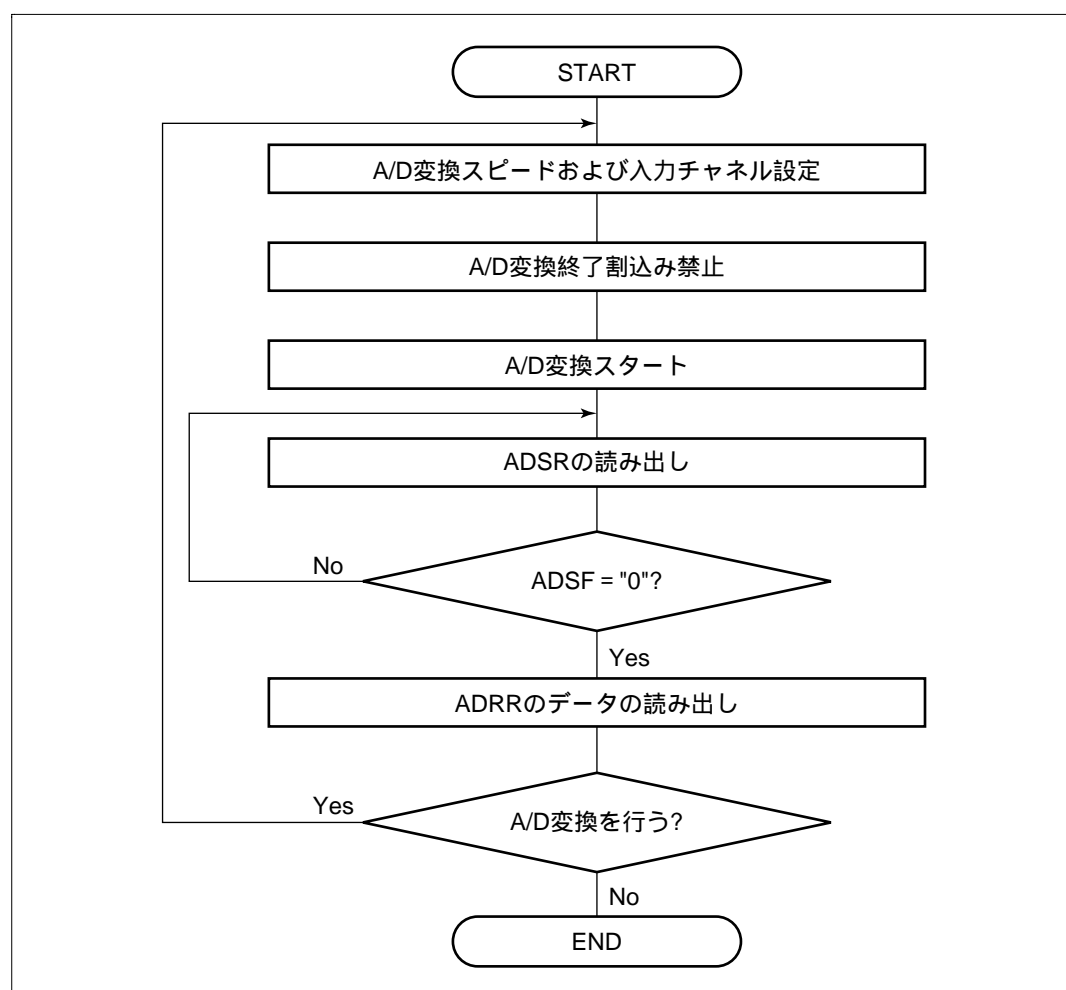
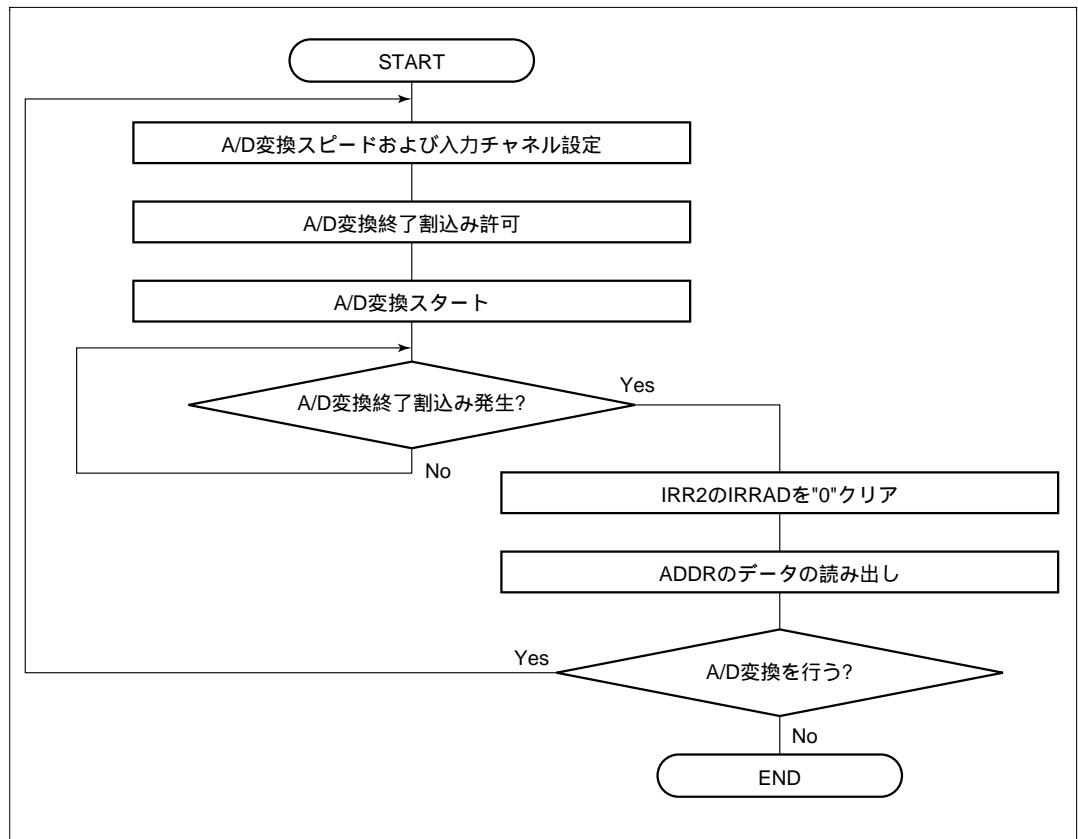

図 12.4 A/D 変換器の使用手順の概念フロー (1)
図 12.5 A/D 変換器の使用手順の概念フロー (2)
- (1) 入力チャンネルを AN_4 (AMR の CH3 ~ CH0 を "1000")、IENAD = "1" に設定して、A/D 変換を開始 (ADSF = "1") します。
- (2) A/D 変換が終了すると、IRRAD が "1" にセットされ、A/D 変換結果が ADDR に格納されます。同時に ADSF = "0" となり、A/D 変換器は変換待機となります。
- (3) IENAD = "1" となっているため A/D 変換終了割込み要求が発生します。
- (4) A/D 割込み処理ルーチンが開始されます。
- (5) A/D 変換結果を読み出して、処理します。
- (6) A/D 変換処理ルーチンの実行が終了します。
この後、ADSF = "1" にセットすると A/D 変換が開始され (2) ~ (6) を行います。A/D 変換器の使用手順の概念フローを図 12.4、図 12.5 に示します。